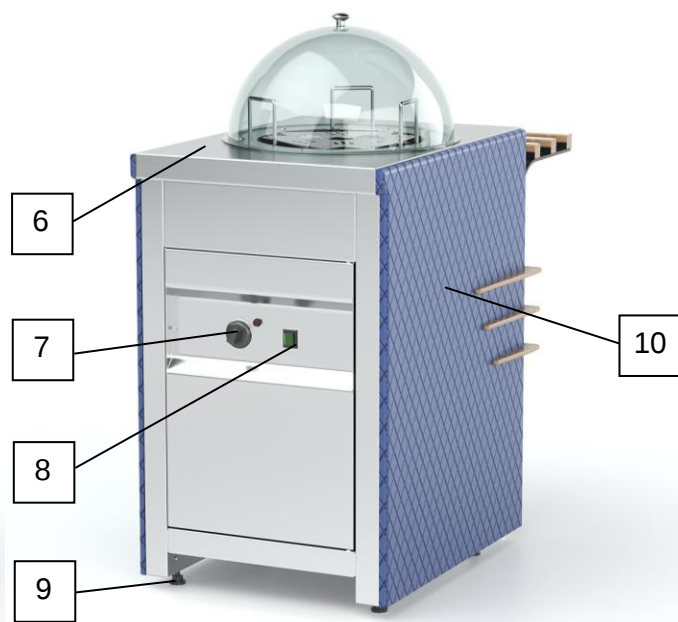

Рисунок 2. Вид прилавка со стороны продавца.
Для включения подсветки следует включить переключатель на панели управления прилавком (8) (см. рис.2). При включении загорается подсветка кнопки переключателя.